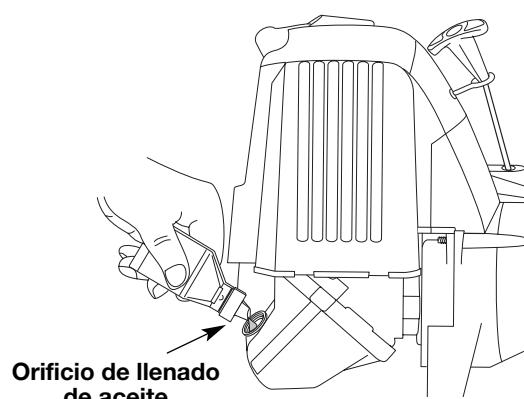

Fig. 8
- Vierta todo el contenido de la botella de aceite en el cigüeñal (Fig. 8).